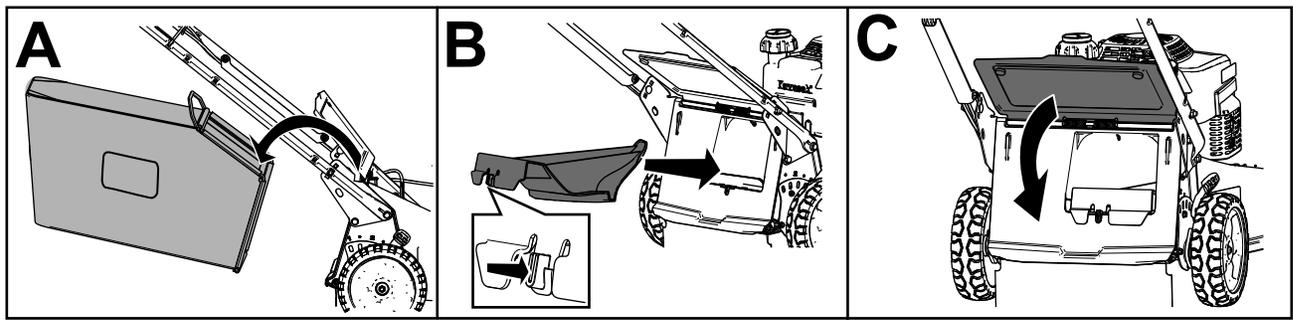

Figure 20
- Si le bac à herbe est installé sur la machine, enlevez-le (A de Figure 20).
- Si l'obturateur d'éjection arrière n'est pas en place, saisissez-le par la poignée, soulevez le déflecteur arrière, et insérez l'obturateur dans la goulotte d'éjection arrière jusqu'à ce qu'il se verrouille en position (B de Figure 20).
3. Sortez la tige du bac à herbe des crans à la base du guidon (A de Figure 20).
4. Installez l'obturateur d'éjection (B de Figure 20).
5. Abaissez le déflecteur arrière (C de Figure 20).